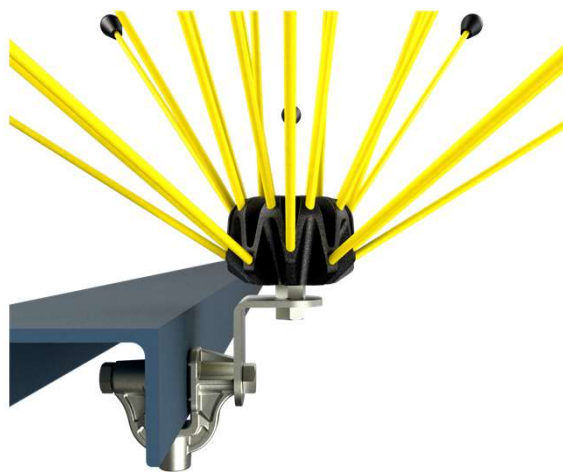

Рис. 4. Установка на вертикальную полку элемента опоры ЛЭП снизу с использованием уголка (модификация S-2, поставка оговаривается дополнительно)
- Установить ПЗУ на закрепленную струбцину путём ввинчивания его в резьбовое отверстие струбцины (или при установке способом, изображённым на рис. 4, путём свинчивания с гайкой).